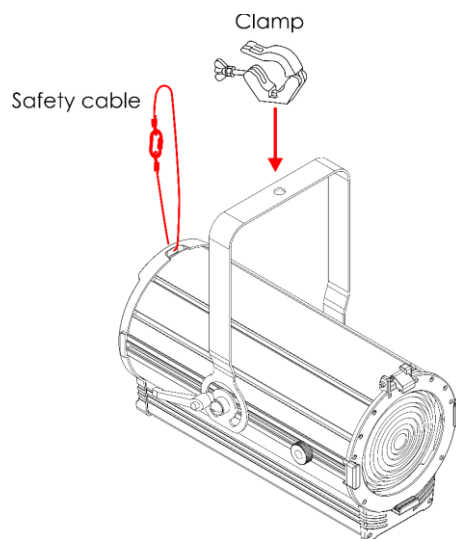

Fig. 06
- 01) Utilisez une pince pour attacher l'appareil à la structure de support (voir fig. 06). Assurez-vous que l'appareil est immobilisé.
- 02) Attachez l'appareil à l'aide d'une suspension secondaire, un câble de sécurité, par exemple. Assurez-vous que la suspension secondaire est capable de supporter 10 fois le poids de l'appareil. Si possible, la suspension secondaire doit être fixée à une structure porteuse indépendante de celle de la suspension primaire. Passez le câble de sécurité dans l'**anneau de sécurité (07)** (voir fig. 06).